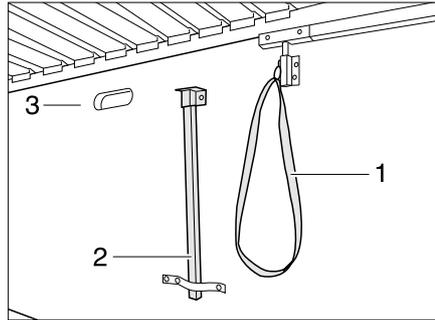

Bild 114 Stütze und Entriegelung
- Stauraumklappe öffnen und Stützfuß (Bild 114,2) unter dem Bett aufklappen.
- An Schlaufe (Bild 114,1) ziehen und Bett (Bild 114,3) nach unten kippen.